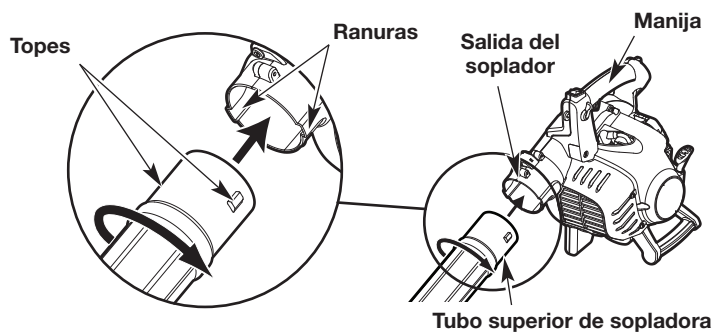

Fig. 1
2. Alinee los topes del extremo superior del tubo superior de la sopladora con las ranuras de la salida de la sopladora (Fig. 1).
3. Inserte el tubo superior de la sopladora en la salida de la sopladora (Fig. 1).
4. Mientras sostiene la manija, gire el tubo superior de la sopladora hacia la derecha hasta que calce en su lugar (Fig. 1).